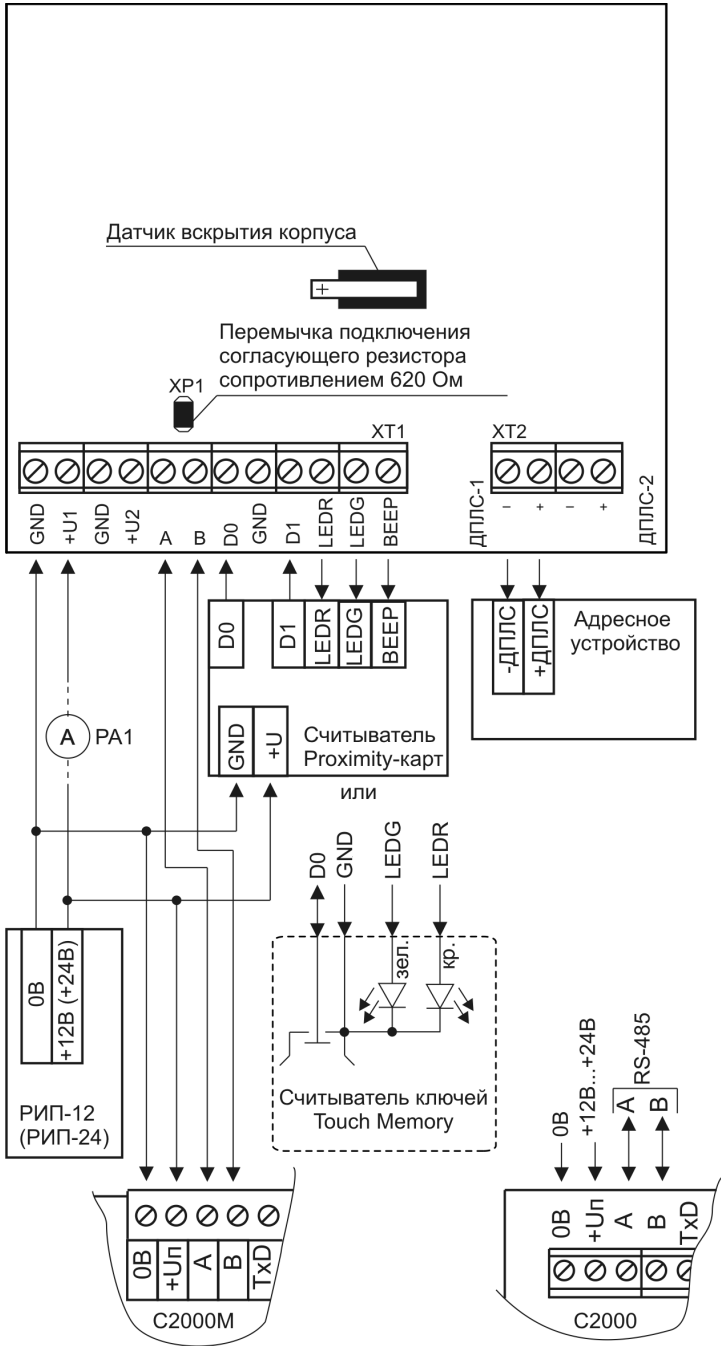

Рисунок 3. Схема подключения контроллера «С2000-КДЛ» при проверке
- 2.2. Подключите контроллер по схеме, приведенной на рис. 3, 4.
- 2.8. После проведения общих проверок по схеме на рис. 3, 4 отключите источник питания от клемм «+U1» и «0В» и подключите его к клеммам «+U2», «0В».